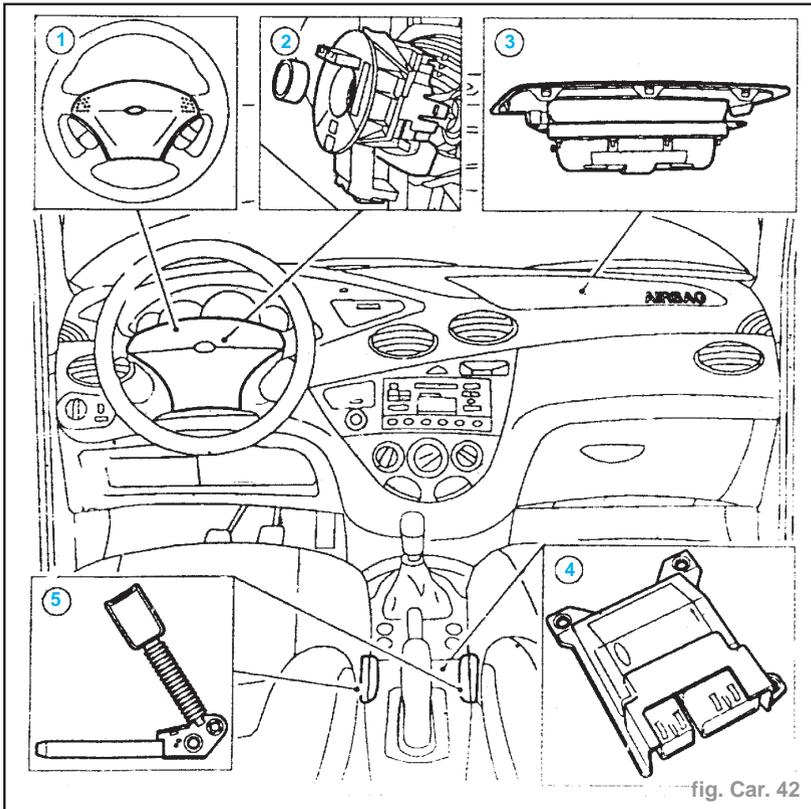

fig. Car. 42
**Description** (fig. Car. 42) (voir schéma page suivante)